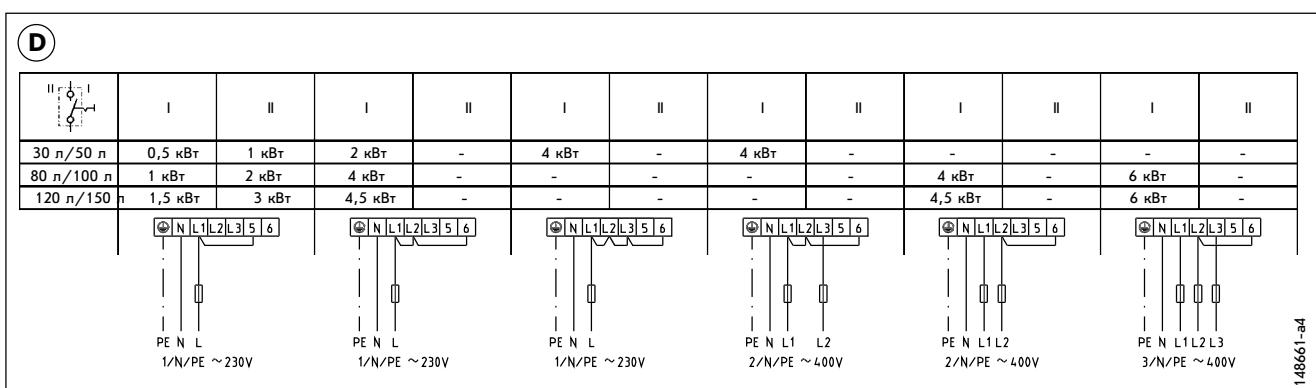

Рис. 15
**D: Подключение с возможностью использования режима быстрого подогрева, рис.15**